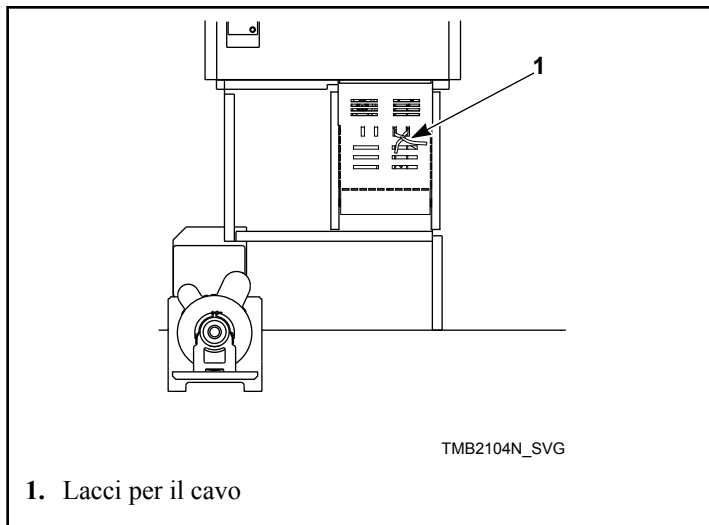

Figura 12
3. Rimuovere e gettare la fascetta fermacavi dall'interruttore del flusso d'aria, in modo che possa oscillare liberamente. Consultare la *Figura 12*.